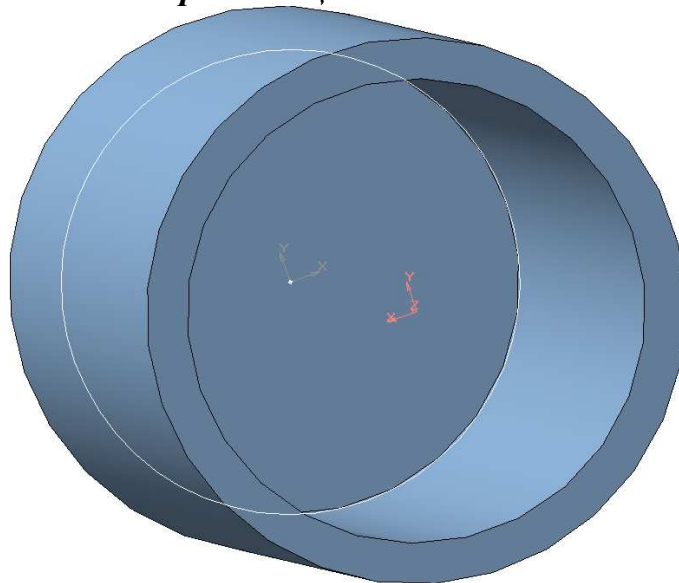

Рис. 55 – Послідовність операцій пункту 4.1
4.1 Відкрити збережений раніше файл. Виберіть площину нижньої основи всередині області, отриманої при вирізанні витисненням ескізу, і натисніть кнопку  (див. рис. 55). Для зручності роботи поверніть модель до себе за допомогою кнопки «**Ориентация**» - .